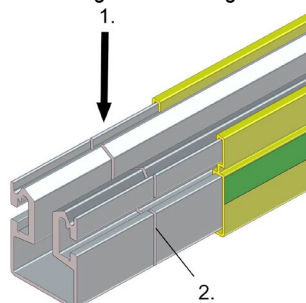

Abb. 33: ProfiDAT®-Profil kürzen
- Die Schnittrichtung (1) muss von der offenen Profilstseite her erfolgen, also von oben nach unten (siehe Abb. 33).